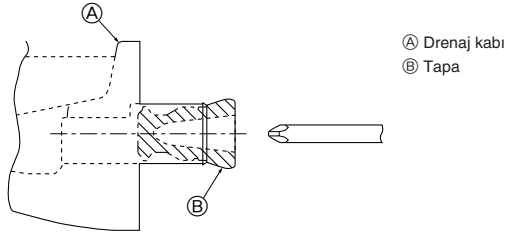

Fig. 5-1
- Sol taraftaki borular için, lastik tapayı mutlaka sağ drenaj deliğine sokun. (Fig. 5-1)